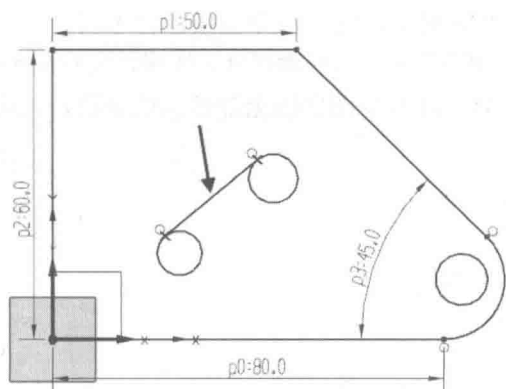

图 1-1-10 绘制一条公切线
(6) 在【草图工具】工具条中选择（直线）按钮，在【捕捉点】工具条中选择（点在曲线）按钮，然后选择两段圆弧，按照图 1-1-10 所示绘制一条公切线；同样选择另一侧圆弧，绘制另一条公切线，如图 1-1-11 所示。